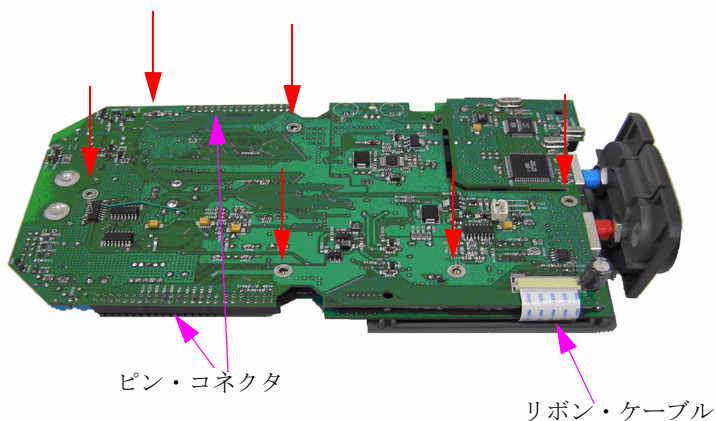

図8-13 6個のネジを外し、リボン・ケーブルをプリント基板から引き抜く
- 2 図8-10はプリント基板を前面から見たところです。LCDディスプレイが下になるようにプリント基板を裏返し、図8-13に示す箇所のネジを外します。
- 4 図8-13に示すプリント基板の両側のピン・コネクタを抜きます。